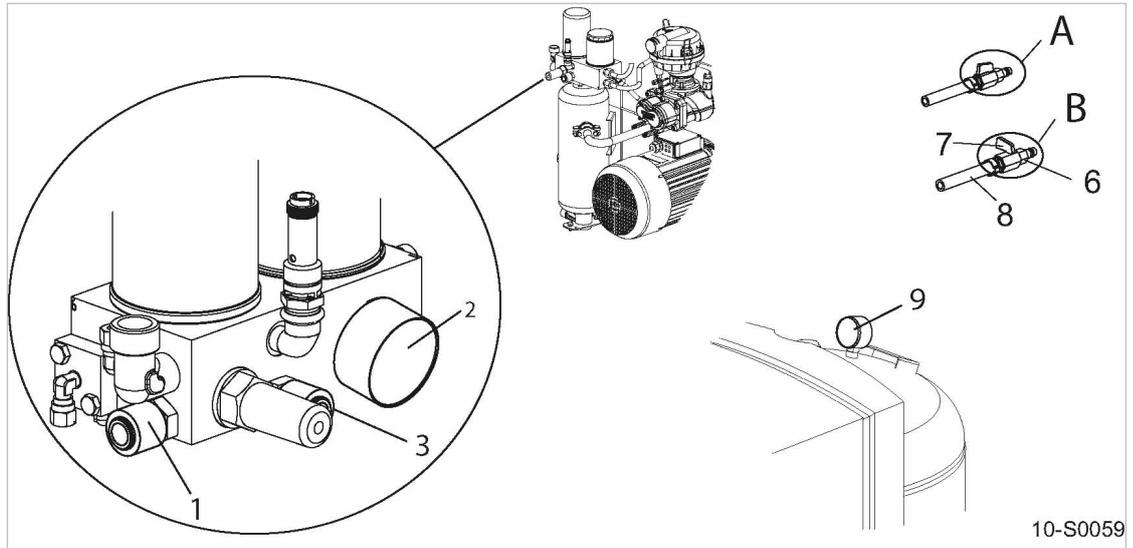

Abb. 27 Maschine entlüften
beide Manometer ② und ⑨ (siehe Abbildung 27) zeigen 0 bar.
1. Überwurfmutter ② lösen und Luftrohr ① demontieren.
2. Anschluss für Luftrohr ③ mit Servicearmatur ④ und Überwurfmutter ⑤ verschließen.
Beide Manometer ② und ⑨ (siehe Abbildung 27) zeigen 0 bar.
5. Verschlussarmatur ④ demontieren und Luftrohr ① wieder montieren.
Voraussetzung Maschine ist vollständig drucklos, beide Manometer ② und ⑨ (siehe Abbildung 27) zeigen 0 bar.
1. Sicherheitsventil ① lösen und zusammen mit Kupferdichtung ② demontieren.
2. Anstelle des Sicherheitsventils Service-Armatur (4) mit Kupferdichtung (2) montieren.
Beide Manometer (2) und (9) (siehe Abbildung 27) zeigen 0 bar.
5. Service-Armatur (4) demontieren und Sicherheitsventil mit **neuer** Kupferdichtung druckdicht montieren.